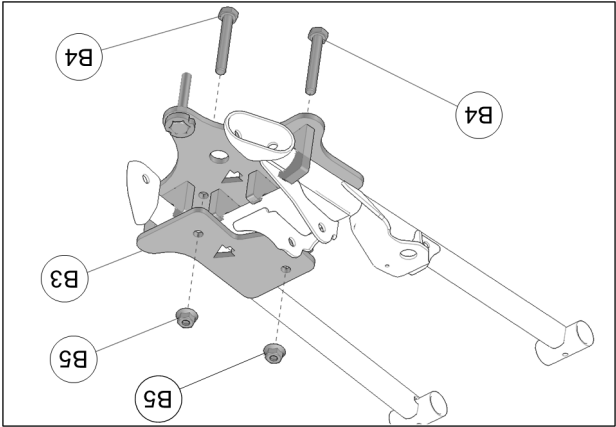

Fig. 8
7. Positionner le couvert d'ancrage (B3) au dessus du bras de suspension. Insérer les boulons M10x75mm (B4) par le dessous de l'ancrage et assembler les deux parties avec les écrous (B5) fournis. Voir la Fig. 8